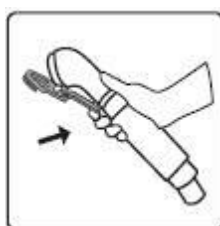

fig.24
1. Tirare su la maniglia per aprire l'attrezzo per la piega. (fig.24)